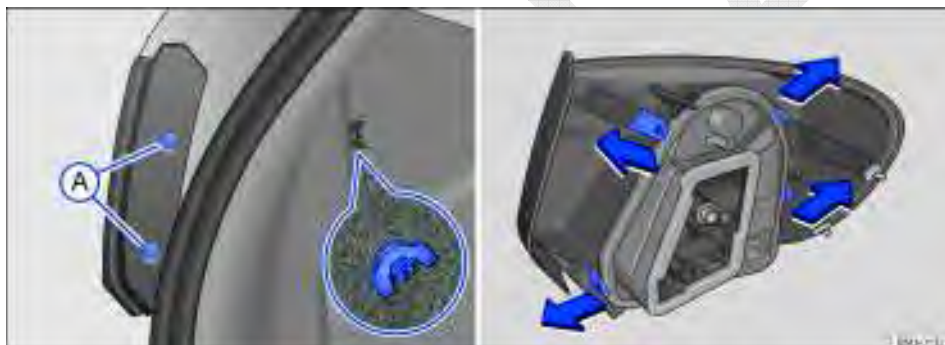

Fig. 187 Na carroceria: remover a lanterna traseira e suporte das lâmpadas.
3. Remover os parafusos de fixação ⇒ Fig. 187 (A).
4.	Soltar o parafuso borboleta ⇒ Fig. 187 (lupa) e retirá-lo, segurando, ao mesmo tempo a lanterna traseira.
5.	Puxar cuidadosamente a lanterna para fora, para desencaixá-la da carroceria ⇒ ①.
8.	Para destravar o suporte das lâmpadas, pressionar cada lingueta de travamento no sentido das setas ⇒ Fig. 187.